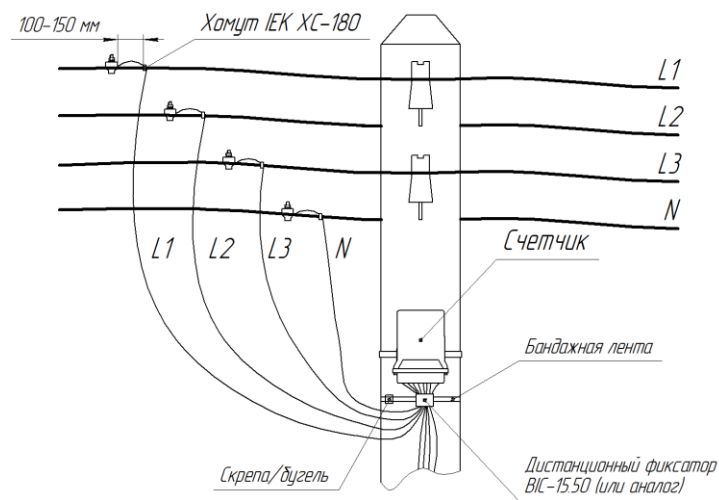

Рисунок 3.3 – подключение счетчика проводом СИП
5) Предусмотреть запас проводов СИП (вход/выход на счетчике) длиной (100 – 150) мм для дальнейшего обслуживания счетчика (протяжка винтов и т.д.). Обязательно зафиксировать провода СИП атмосферостойким хомутом перед счетчиком вдоль опоры ВЛ-0,4 кВ (см. рисунок 3.3).
6) Провода СИП подключить к линии ВЛ-0,4 кВ с помощью прокалывающих зажимов (проколов). Скрутка проводов строго запрещена! Обязательно место контакта зачистить от пыли, пленок, окислов и смазать токопроводящей кварце-вазелиновой пастой (например, ПКВ). Обязательно зафиксировать провод СИП атмосферостойким хомутом, например, ИЕК ХС-180 (УНН21-D6-180-100), перед зажимом вдоль линии ВЛ-0,4 кВ (см. рисунок 3.3).